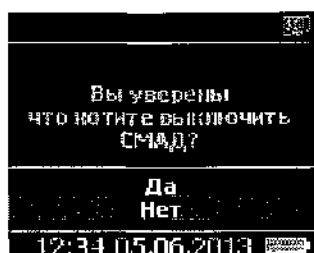

Рисунок 81
- 3) На дисплей выводится сообщение с запросом о завершении исследования. По умолчанию активная позиция «Нет» (рисунок 81).